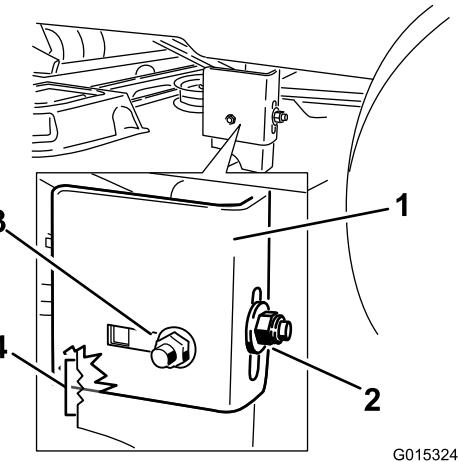
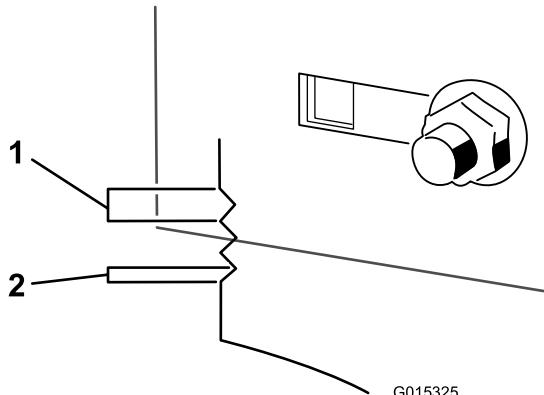

Figure 54
Figure 55
- Desserrez l'écrou de blocage arrière sur le support (Figure 54).
10. Desserrez l'écrou de blocage latéral sur le support jusqu'à ce qu'il soit possible d'ajuster le support (Figure 54). Utilisez les crans du support soudé pour mesurer le réglage requis. La surface de chaque cran équivaut à 6 mm, tandis qu'un côté équivaut à 3 mm (Figure 55). Réglez le plateau de coupe à la hauteur voulue.
11. Arrêtez le plateau de coupe et vérifiez sa hauteur, puis serrez l'écrou de blocage latéral sur le support pour fixer cette nouvelle position (Figure 54). Serrez l'écrou de blocage arrière sur le support.